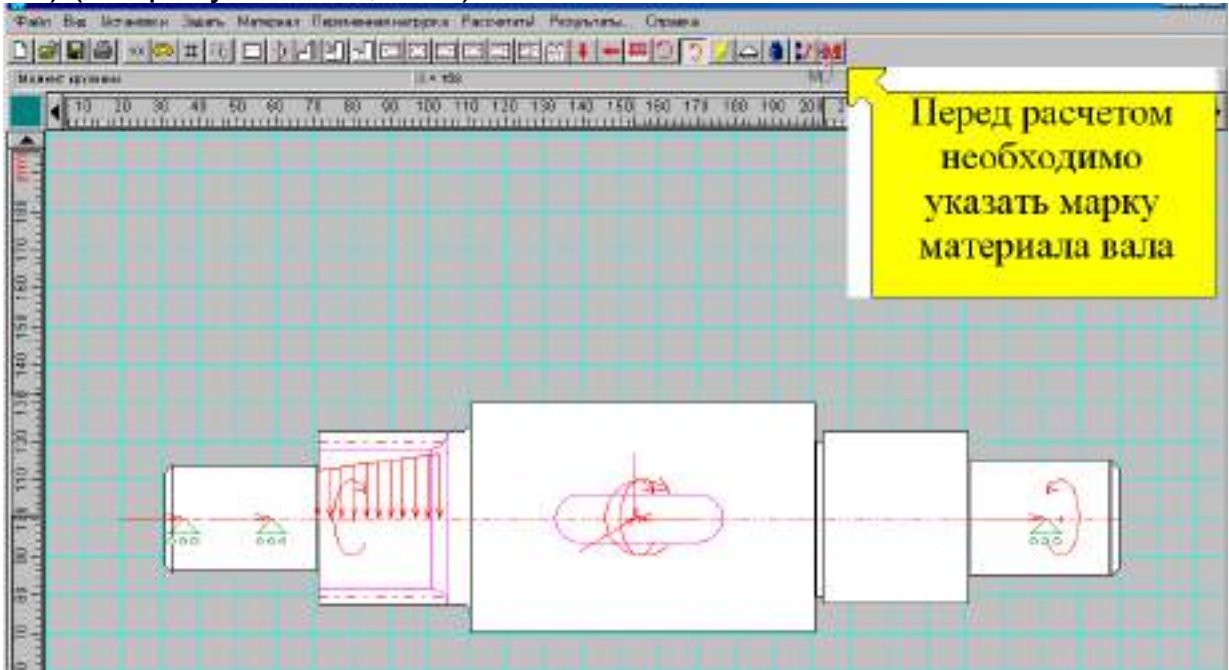

Рисунок 2.41
- ввести в диалоговом окне (команда **Материал - Параметры M**) (см. рисунок 2.41, 2.42).